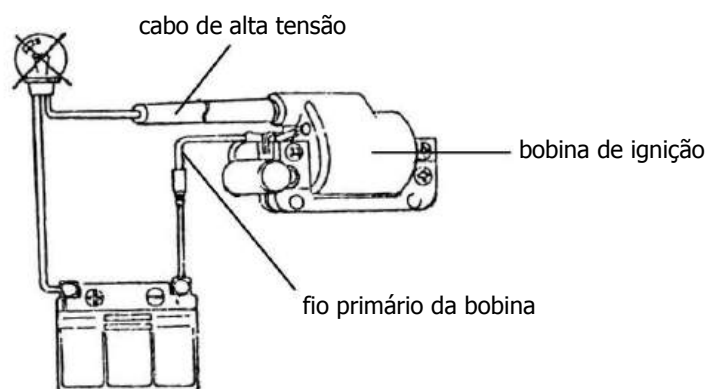

Fig. 29
- c) Faça uma ponte entre o fio primário da bobina e o cabo negativo da bateria (fig. 29).